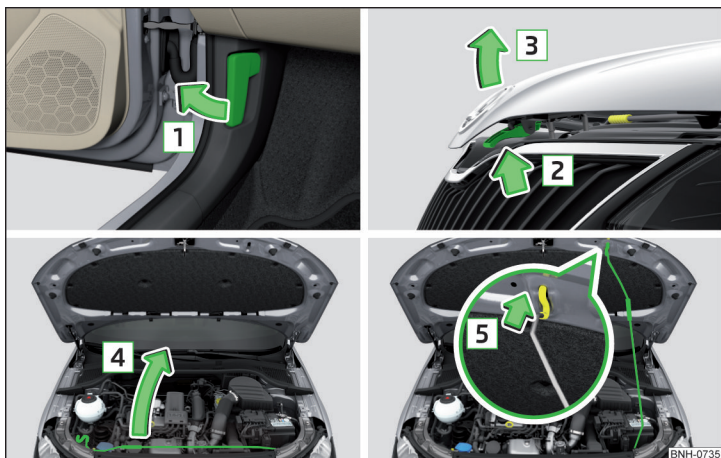

Fig. 230 Deschiderea capotei
- Deschideți portiera din față și trageți de maneta de deblocare aflată sub planșa de bord în sensul săgeții **1** » fig. 230.